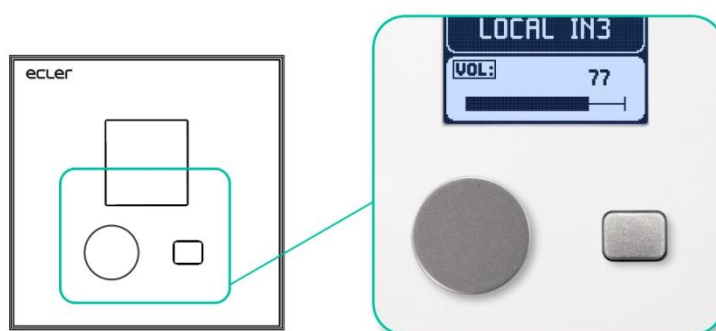

Figura 2: controles panel frontal
- Encoder rotatorio (a la izquierda, ver Figura 2)
- Tecla de selección (a la derecha, ver Figura 2)